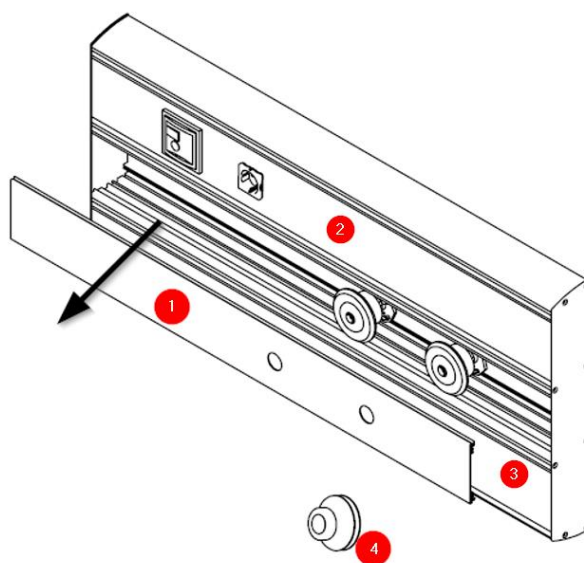

Fig. 2 Retirada de coberturas frontales
Para anclar el equipo primero retirar las tapas frontales de la envolvente (1, 2 y 3) con la ayuda de la ventosa de plástico (4). (Véase Fig.2).